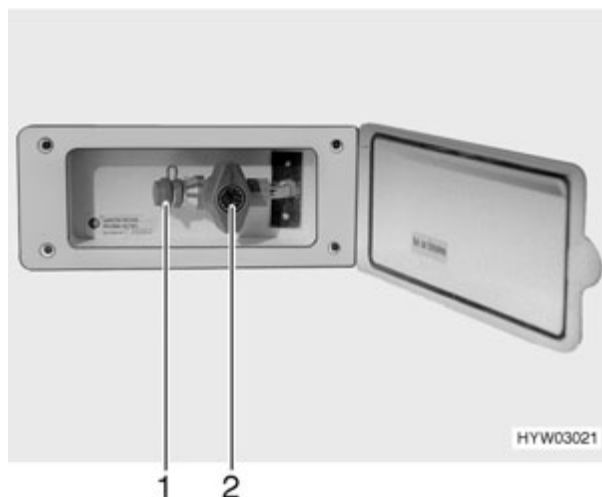

Fig. 74 Raccordement externe de gaz avec robinet d'arrêt fermé
- ▶ Si vous n'utilisez pas le raccordement externe de gaz, veillez à ce que le robinet d'arrêt (Fig. 74,2) soit toujours fermé.
- ▶ Après le raccordement et l'ouverture du robinet principal, contrôler qu'aucune fuite de gaz ne se produise au niveau du point de branchement (Fig. 74,1). Si le raccordement externe de gaz n'est pas étanche, du gaz fuit vers l'extérieur. Dans un tel cas, fermer immédiatement le robinet principal ainsi que celui de la bouteille de gaz. Faire contrôler le raccordement externe de gaz par un atelier spécialisé agréé.
Le raccordement externe de gaz (Fig. 74) se trouve à l'avant sur le côté droit.